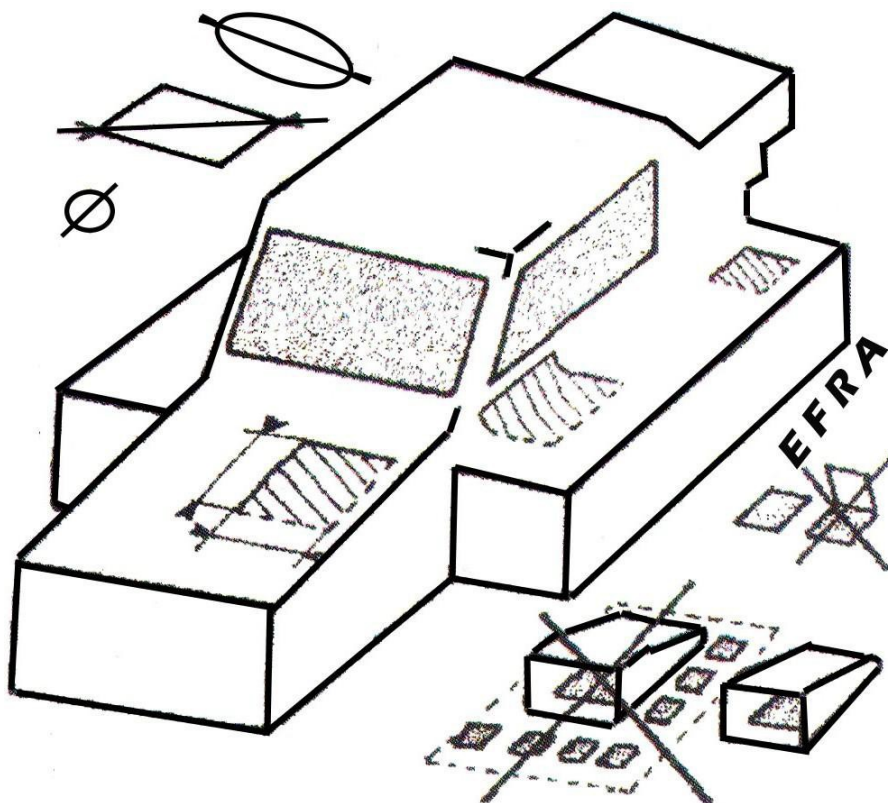

Figura 10 : Tagli consentiti sulla carrozzeria 1/8 BUGGY BRUSHLESS
e) Finestrini e parabrezza devono rimanere integri lungo tutto il disegno originale dello stampo del modello. Non è consentito nè forarli nè aprirli, soprattutto non è consentito deformare la carrozzeria in prossimità delle aperture concesse. Si veda a corredo la **Figura 10 in questa pagina**.